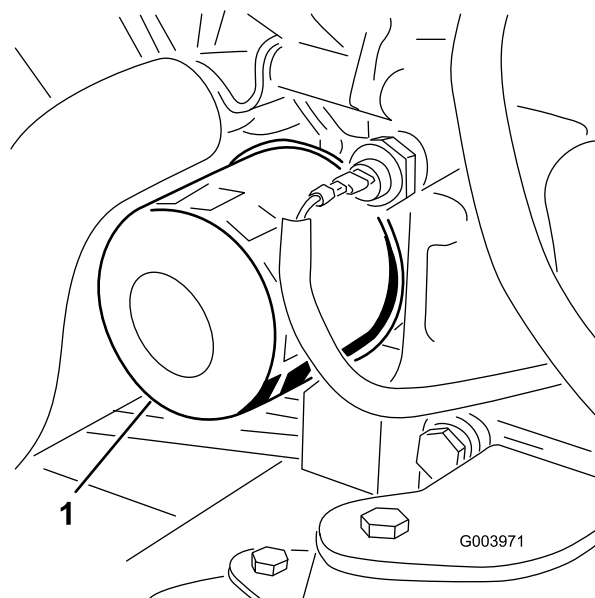

Figura 41
3. Togliete il filtro dell'olio (Figura 41).